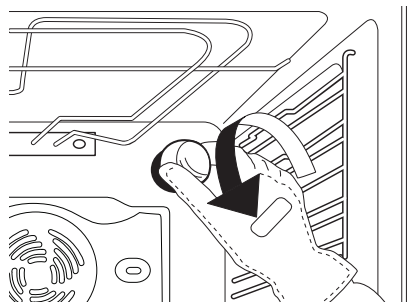

Fig. 5
2. Dévissez le cache de l'ampoule (Fig. 5), remplacez l'ampoule grillée par une neuve (voir la remarque concernant le type d'ampoule utilisé) et revissez le cache.